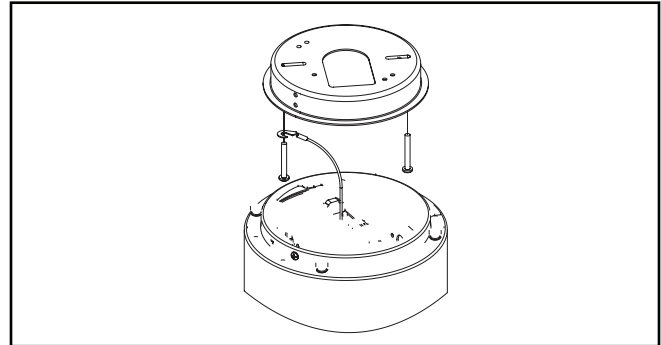

Figura 4.
4. Fije la correa debajo de un tornillo de montaje de la caja de conexiones. (Figura 4).
3. Fije la correa trasera de montaje de pared al tornillo de montaje de la caja de empalme, como se muestra en la Figura 4.